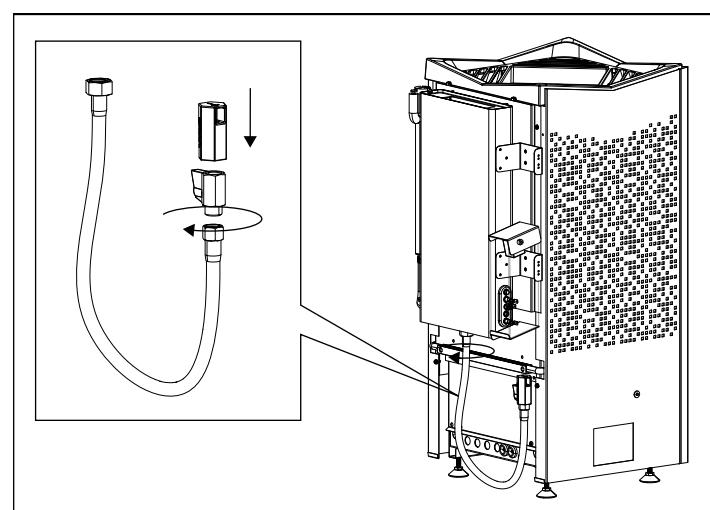

Rysunek 12. Wysuń szufladę, aby uzyskać łatwiejszy dostęp.
7. Podłącz przewód czujnika temperatury i wilgotności (pozycje 6–9 na rysunku 20). Wysuń szufladę, aby wyprostować przewody, i dokręć odprężacze (patrz rysunek 12).